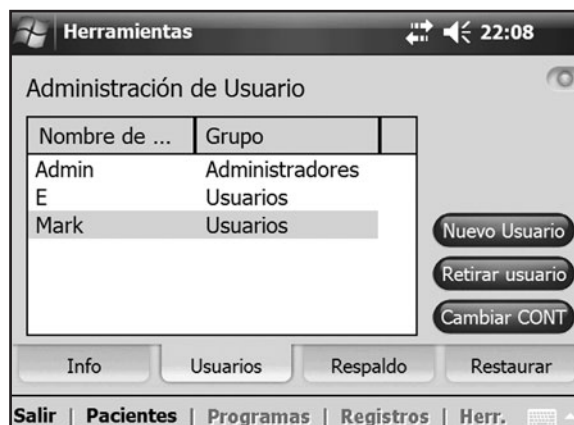

Ilustración 8-44: Ventana Administración de usuario.
1. Presione la pestaña **Usuarios** para abrir la ventana Administración de usuario. Consulte la Ilustración 8-44.